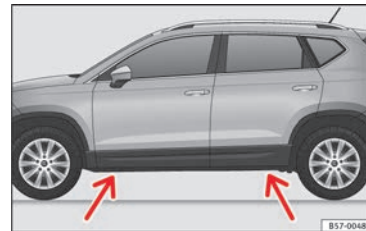

Fig. 72 Traverse : repères.
- Recherchez sur le bas de caisse la marque du point d'appui du cric (zone renforcée) le plus proche de la roue à changer » **fig. 72.**